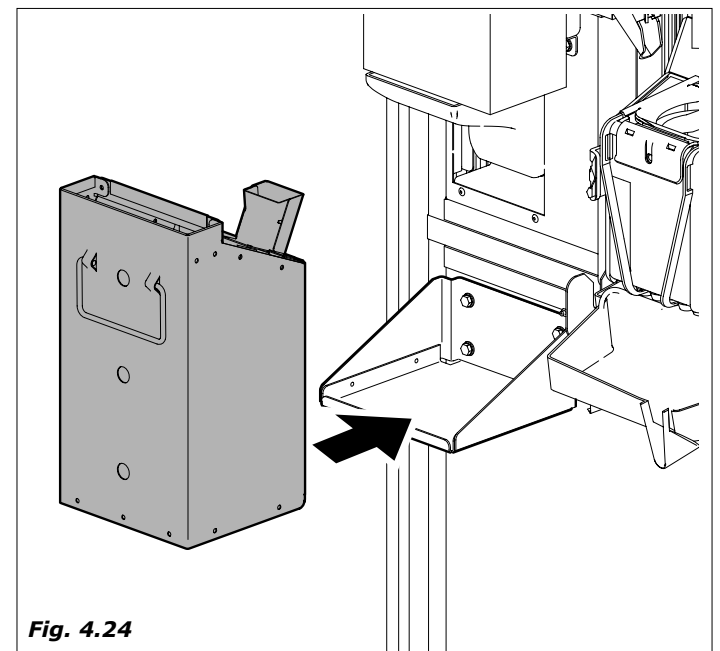

Fig. 4.24
- colocar el monedero (Fig. 4.24).